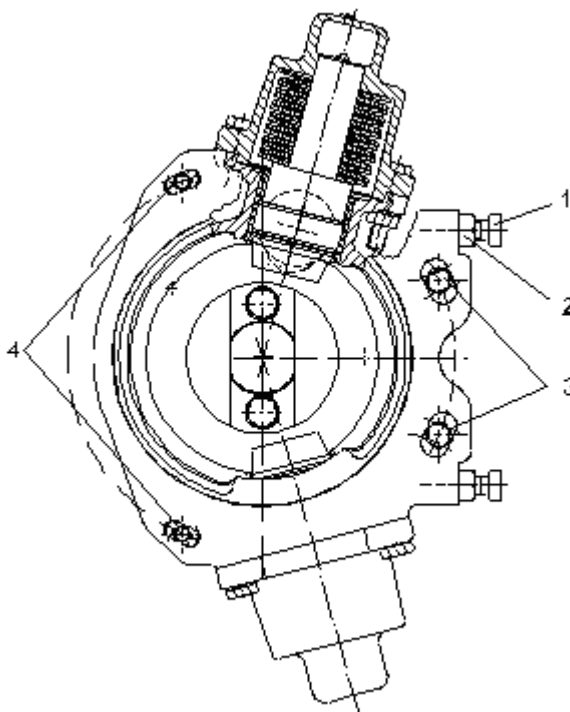

Figura D-3. Ajuste horizontal
- Aflojar los tornillos (3, 4, Figura D-3) del dispositivo de centrado.
- Alinear el enganche enroscando o desenroscando los tornillos hexagonales (1) que se fijan mediante las tuercas (2).
- Volver a apretar los tornillos (3) aplicando un par de apriete de 300 ± 10 Nm y los tornillos (4) con un par de 110 ± 5 Nm.